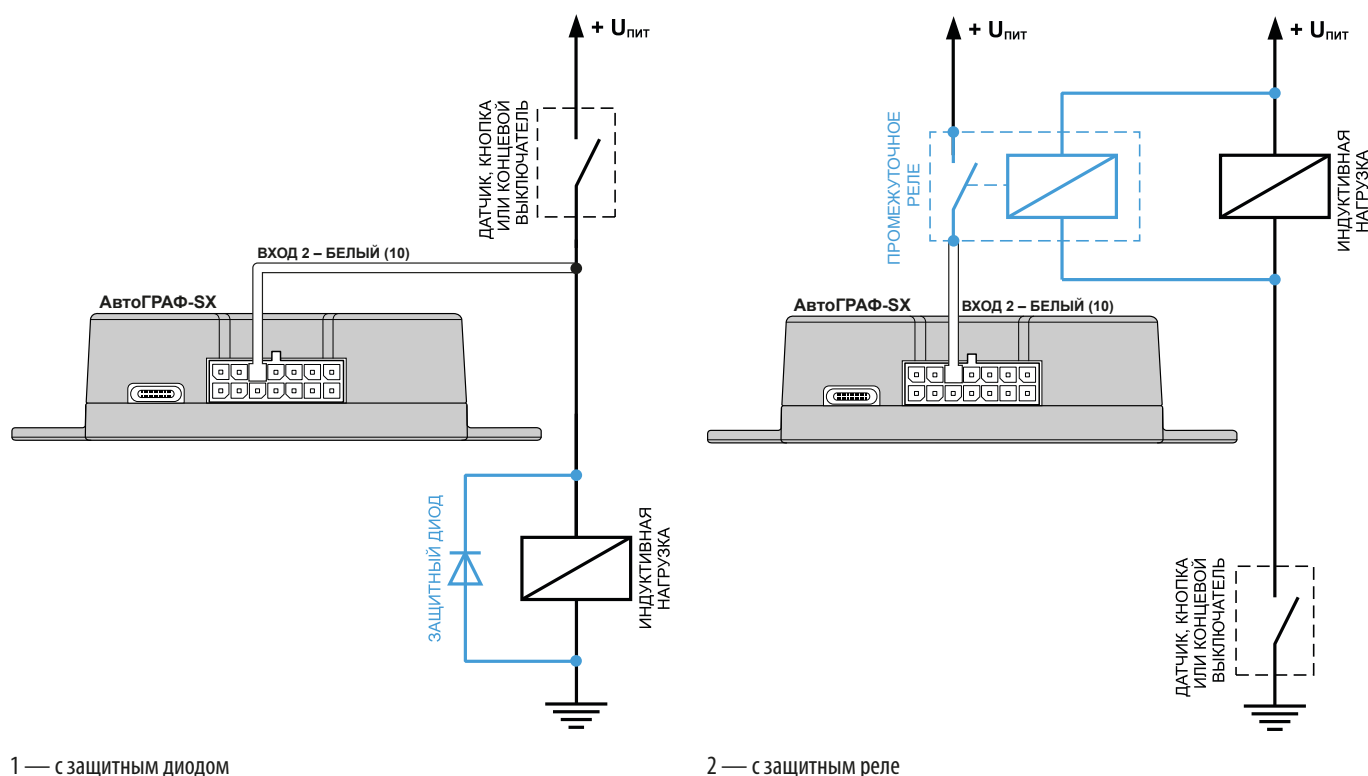

Рис.17. Варианты подключения цифрового входа по «+» в цепь с индуктивной нагрузкой
1. **Защитный диод (Рис.17, 1)** — устанавливается параллельно индуктивной нагрузке. При этом прямой ток защитного диода ($I_{\text{диода, прямой}}$) должен быть не менее $1,5 \cdot I_{\text{удержания катушки}}$. Если ток удержания катушки неизвестен или есть сомнения, то следует использовать схему включения с защитным реле.
2. **Защитное реле (Рис.17, 2)** — устанавливается параллельно индуктивной нагрузке. При этом контакты защитного реле служат для замыкания входа контроллера на «массу».